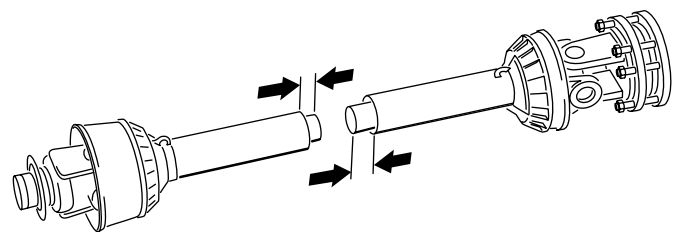

Figure 17
- Séparez les deux moitiés de l'arbre de PDF (Figure 17).
- Mesurez la distance entre l'extrémité de chaque tube et son enveloppe de protection (Figure 17). Notez les mesures ici : \_\_\_\_\_ et \_\_\_\_\_.